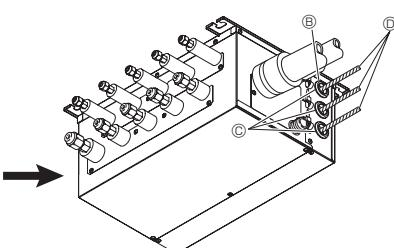

Fig. 9-2
- För in ledningen i avgreningsdosan. (Fig. 9-2)
- Om avgreningsdosan sitter monterad utomhus, se till så att ingångshålen för ledningarna tätas med kitt för att förhindra att regnvatten tränger in. (Fig. 9-2)